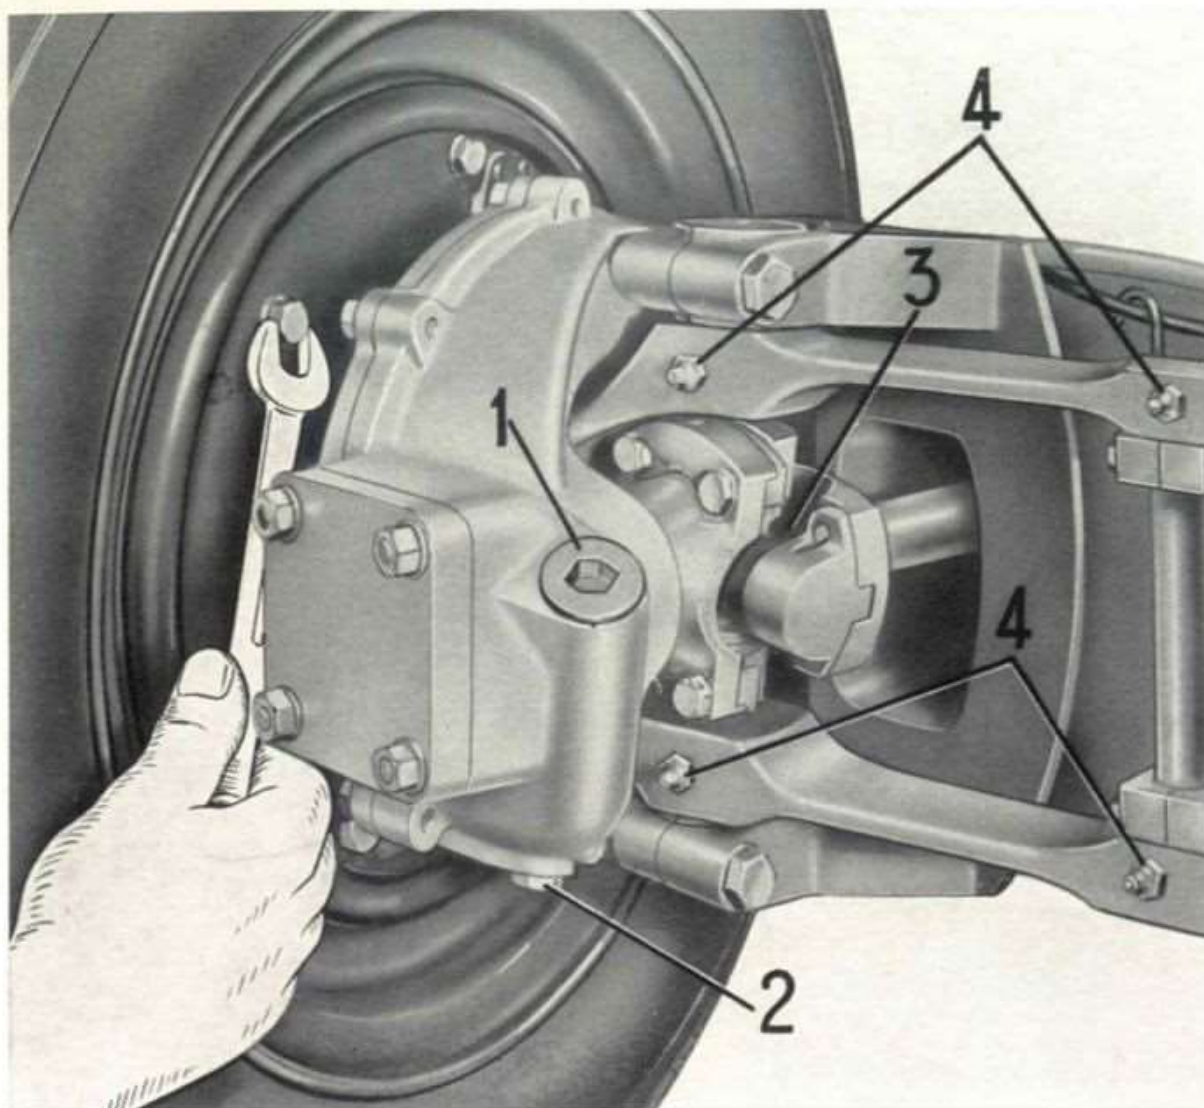

Fig. 36. - Registrazione freni posteriori.
RUOTE POSTERIORI (ved. fig. 36)
- N. 8 ingrassatori situati sulle due forcelle delle ruote posteriori (vedere 4 di fig. 36).
- N. 2 ingrassatori situati sulle crociere dei due giunti cardanici posteriori delle trasmissioni per ruote posteriori (ved. 3 di fig. 36).
- sollevare da terra una delle due ruote posteriori mediante apposito martinetto; indi ruotare opportunamente il perno eccentrico superiore di ciascuna ganascia, come dimostrato a fig. 36, fin quando la ruota rimane bloccata. Allentare alternativamente detti perni, in proporzioni uguali, quel tanto che occorre alla ruota per girare liberamente. Ripetere l'operazione sull'altra ruota; si ha così la certezza che entrambe le ruote sono registrate in modo uguale (con la stessa distanza fra tamburo e soles).